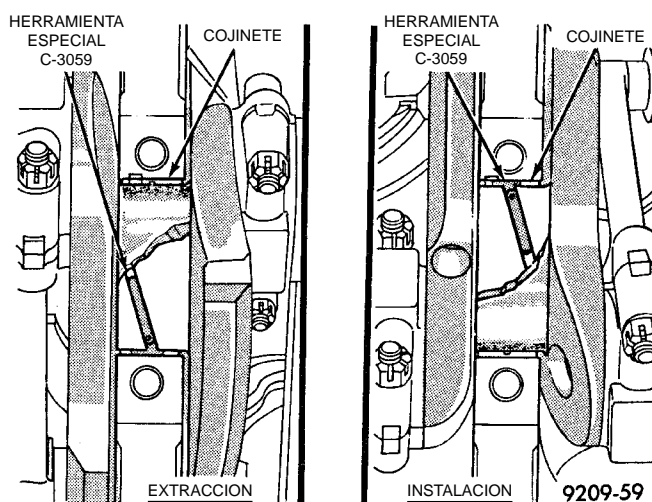

Fig. 32 Desmontaje e instalación del cojinete principal superior con la Herramienta C-3059
(1) Retire el colector de aceite.
(2) Retire la bomba de aceite de la tapa del cojinete principal trasero.
(3) Identifique las tapas del cojinete antes de desmontarlas. Retire las tapas del cojinete una por una.
(4) Retire la mitad superior del cojinete insertando la Herramienta de desmontaje/instalación de cojinete principal del cigüeñal C-3059 en el orificio del cigüeñal (Fig. 32).
(5) Haga girar lentamente el cigüeñal en el sentido de las agujas del reloj, hasta extraer la mitad superior del casco del cojinete.
(1) Coloque el cojinete en su lugar e inserte la Herramienta de desmontaje/instalación del cojinete principal del cigüeñal C-3059 dentro del orificio de aceite del cigüeñal (Fig. 32).
(2) Gire lentamente el cigüeñal en sentido contrario a las agujas del reloj desplazando el cojinete a su posición. Retire la Herramienta C-3059.
(3) Instale las tapas de cojinete. Limpie y lubrique los pernos. Apriete los pernos con una torsión de 115 N·m (85 lbs. pie).
(4) Instale la bomba de aceite.
(5) Instale el colector de aceite.